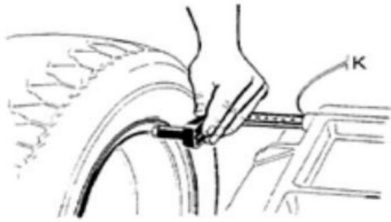

Fig.1
- ustaw wartość „a”: przesunij wskaźnik do pozycji pomiarowej, jak pokazano na rys. 1, przytrzymaj wskaźnik pozostaje na swoim miejscu przez ok. 4 sekundy, co oznacza pomyślne zapamiętanie podane, a następnie ustaw wskaźnik w pozycji 0. (Wartość zmierzona w trybie automatycznym (pojawi się na wyświetlaczu). Lub naciśnij **a+** I **a-** aby ustawić ręcznie.